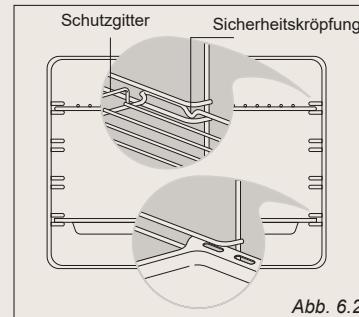

Abb. 6.2
- \* Führen Sie die Fettpfanne und den Grillrost zwischen die Schienen der Seitenhalterungen ein, wie in Abb. 6.2 dargestellt. Den Rost so montieren, dass die Sicherheitssperre, die unabsichtliches Herausziehen verhindert, ins Innere des Ofens zeigt.